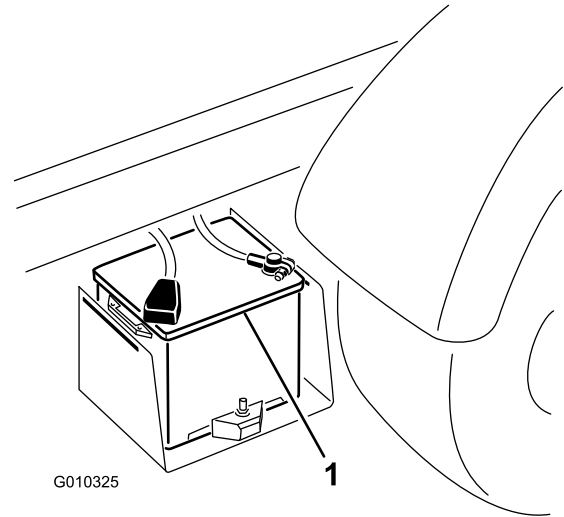

Figura 49
2. Ligue um cabo entre os terminais positivos das duas baterias (Figura 49). O terminal positivo pode identificar-se por um sinal + na parte de cima da tampa da bateria.